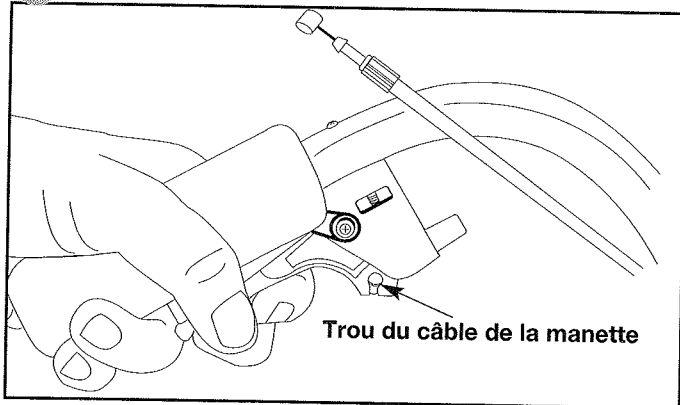

Fig. 9
2. Appuyez sur la manette et repérez le trou du câble (Fig. 9).